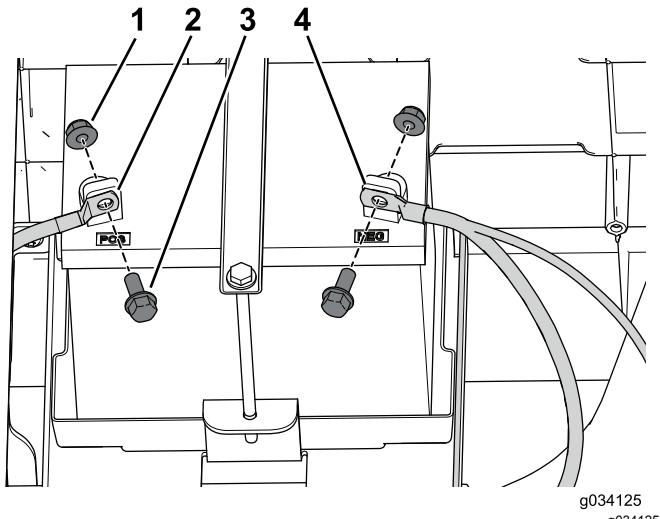

Bild 7
- Klemmen Sie das Minuskabel (-) und dann das Pluskabel (+) von der Batterie ab (Bild 7).
3. Sichern Sie die Batteriekabel mit den zuvor entfernten zwei Schrauben und zwei Muttern und schließen Sie die Batterieklemmen an (Bild 7).